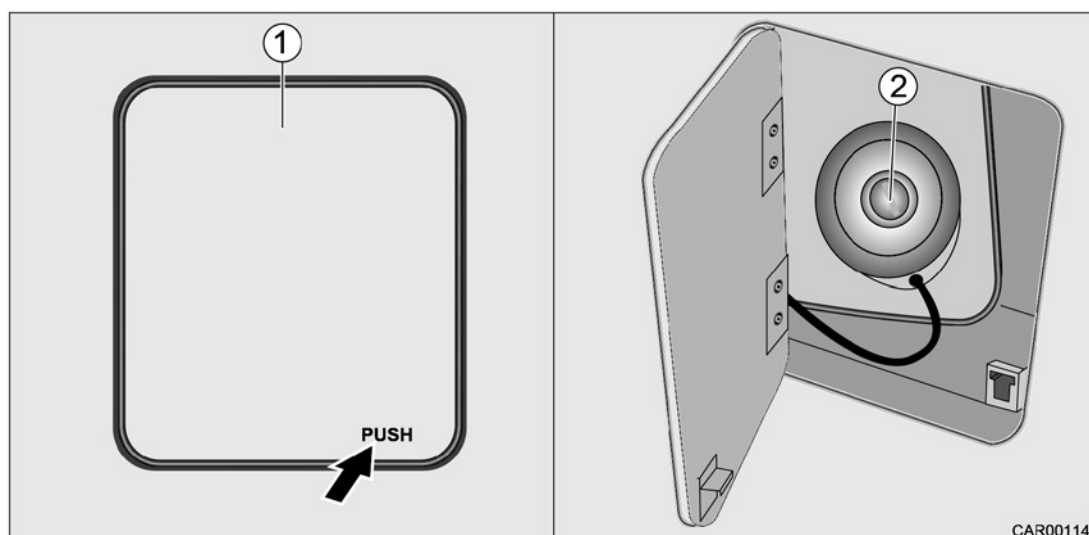

Fig. 14 Bouchon de carburant modèle I
1. Ouvrir le bouchon de carburant (Fig. 14/1). Pour cela appuyer sur le coin inférieur de droite avec l'inscription « PUSH ». Le clapet s'ouvre.
2. Ouvrir la serrure du réservoir (Fig. 14/2).
3. Fermer le clapet du bouchon de carburant (Fig. 14/1). Pour cela appuyer sur le coin inférieur de droite avec l'inscription « PUSH » et faire encliqueter le clapet.